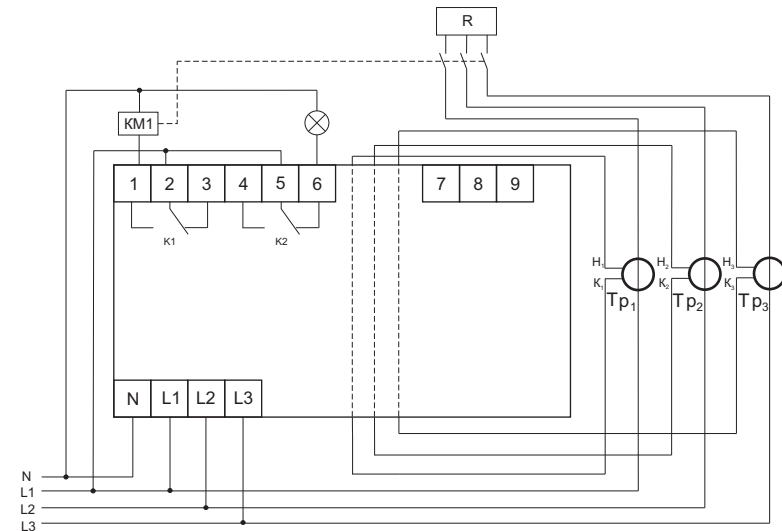

Рисунок 2 - Схема включения с контактором и выходом для сигнализации о перегрузке по мощности
2. К зажимам 1, 2 подключить контактор для включения нагрузки (см. схему рисунок 2). К зажимам 5,6 при необходимости подключить сигнализацию о перегрузке.